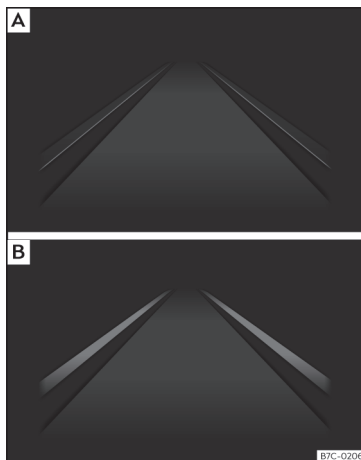

Fig. 224 Na pantalla do cadro de instrumentos: indicación na pantalla do sistema de aviso de saída do carril (exemplo 1).
- **fig. 224 [A]:** O sistema está activado, pero non dispoñible, ben por non alcanzar a velocidade mínima ou ben porque non recoñece as liñas de carril.
- **fig. 224 [B]:** O sistema está activado e dispoñible, ten as dúas liñas do carril recoñecidas. Neste momento non está a corrixi-la traxectoria.